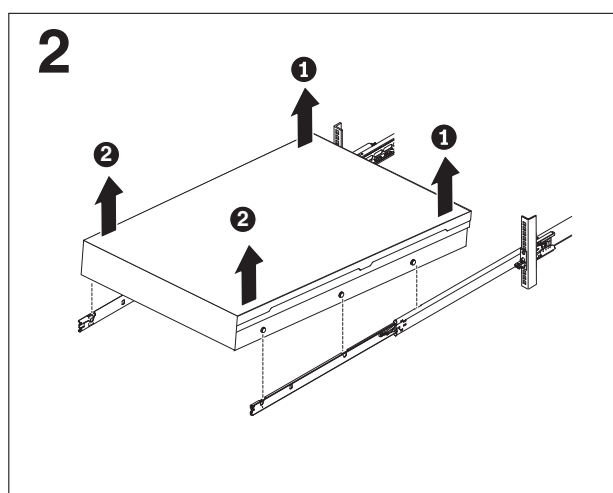

図 33. サーバーを持ち上げてスライド・レールから外す
6. 図 33に示すように、前部のくぎの頭がラッチから外れたら、サーバーの後部を持ち上げて **1**、サーバーを水平にします。